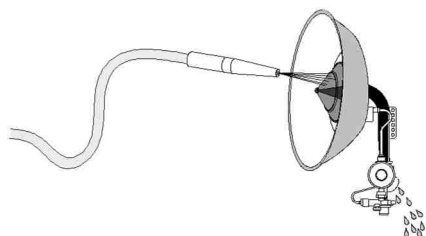
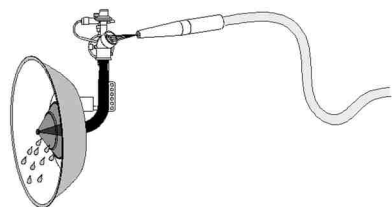

Fig. 16
Fig. 17
**b) Limpieza con agua (Fig. 16 y Fig. 17)**
- Coloque el radiador en posición vertical, con la entrada de gas hacia abajo. Proteja con la mano o una bolsa la válvula de seguridad y rocíe con el chorro de agua varias veces toda la superficie de los conos para eliminar el polvo del cono interno. El agua debe salir por la entrada de aire del radiador (Fig. 16).
- Déle la vuela al equipo y dirija el chorro de agua a través de la abertura de entrada de aire. El agua debería salir por los conos (Fig. 17).
**b) Cleaning with water (Fig. 16 and Fig. 17)**
- Position the brooder upright, with the gas connection facing down. Protect the safety valve with your hand or using a bag, and spray the water jet several times over the entire surface area of the cones, to remove all dust from the inner cone. The water should come out through the brooder's air inlet (Fig. 16).
- Turn the appliance over and direct the water jet through the air inlet opening. The water should come out through the cones (Fig. 17).
**b) Nettoyage à l'eau (Fig. 16 et Fig. 17)**
- Placez le radiateur en position verticale, avec l'entrée de gaz vers le bas. Protégez la vanne de sécurité avec la main ou un sachet en plastique et arrosez plusieurs fois avec le jet d'eau la surface des cônes afin d'éliminer la poussière du cône interne. L'eau doit sortir par l'entrée d'air du radiateur (Fig. 16).
- Retournez le radiateur et dirigez le jet d'eau au travers de l'ouverture de l'entrée d'air. L'eau devrait sortir par les cônes (Fig. 17).